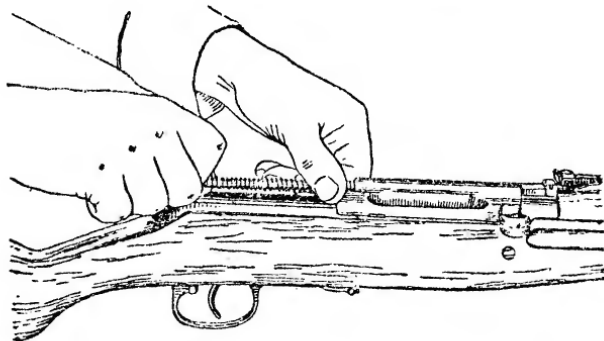

Рис. 58. Отделение возвратной пружины
**Отделить возвратную пружину:** левой рукой взять пружину около стебля затвора (рис. 58) и подать ее назад до выхода направляющей втулки из гнезда стебля затвора; удерживая правой рукой направляющий стержень, отвести задний конец его в сторону от задней стенки ствольной коробки и вынуть пружину из стебля затвора; снять пружину с направляющей втулки, а если нужно, то и со стержня.